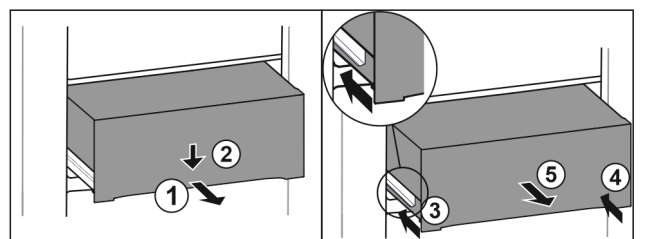

Fig. 155
- ▶ Extraiga el cajón hasta la mitad. Fig. 155 (1)
- ▶ Presionar hacia abajo el cajón de la parte delantera. Fig. 155 (2)
- ▶ Introducir el carril izquierdo unos 2 cm. Fig. 155 (3)
- ▶ Introducir el carril derecho unos 2 cm. Fig. 155 (4)
- ▶ Extraiga el cajón hacia delante. Fig. 155 (5)